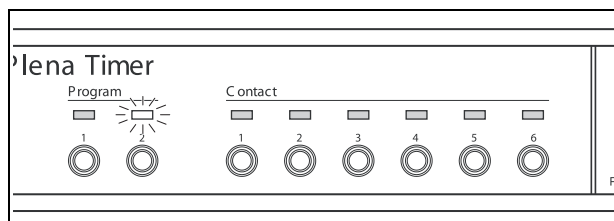

Abbildung 7.1: Programmwahl
- 2 Tippen Sie die SET-Taste kurz an. Daraufhin leuchten die Program-LED an der Frontplatte abwechselnd auf (siehe Abbildung 7.1).